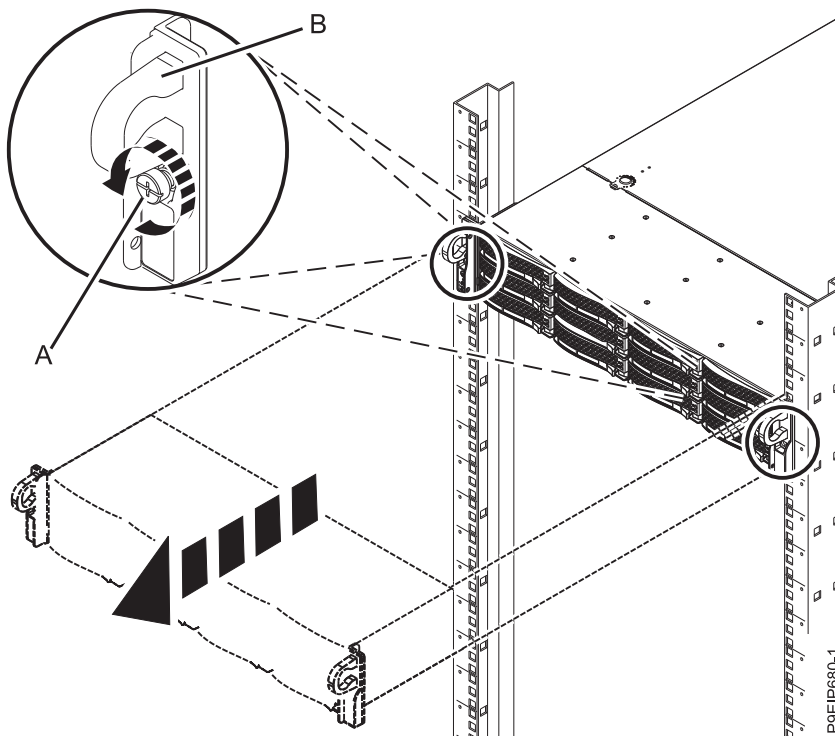

図 69. 前面のねじの取り外しとラックからのシステムの取り外し
1. システムの両側から、システムをラックに固定している前面のねじ (A) を緩めます (図 69 を参照)。